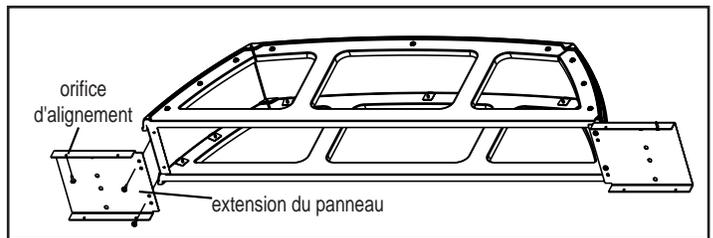

Figure 33.5
6. Fixez le support des extensions du panneau de foyer. Figure 33.5